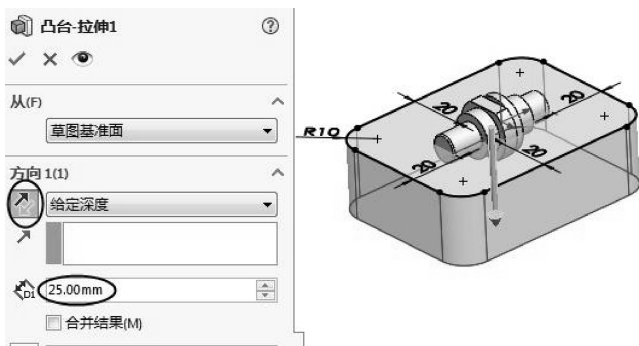

图 3-67 创建拉伸特征
- 03 退出草图环境。在拉伸属性面板中设置拉伸深度及拉伸方向，取消勾选【合并结果】复选框。单击【确定】按钮，完成拉伸特征的创建，如图 3-67 所示。